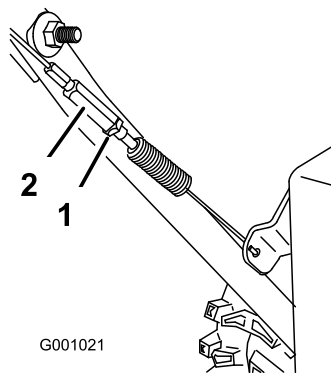

Figure 36
3. Resserrez l'écrou de blocage (Figure 36).